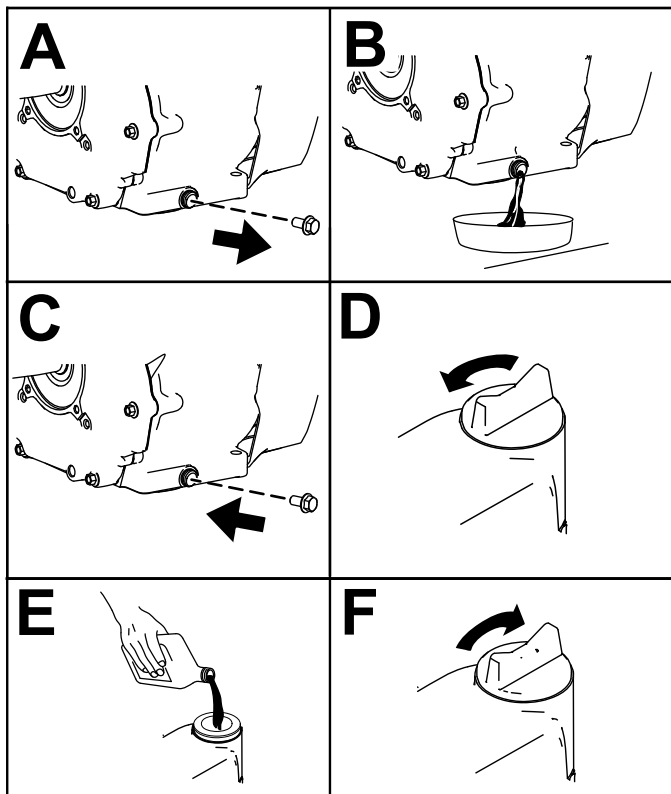

Bild 31
5. Wechseln Sie das Motoröl, wie in Bild 31 abgebildet.